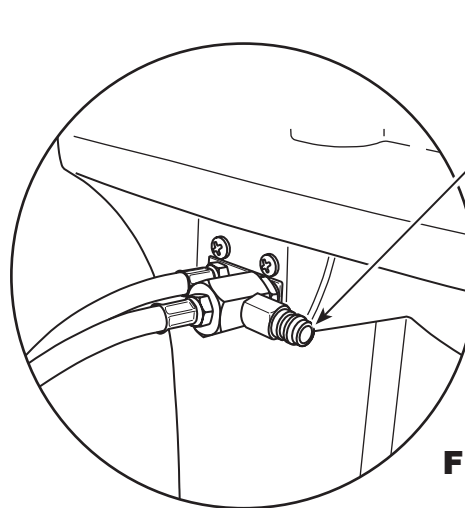

Figura 21
1. Con la máquina aún conectada al vehículo y los acopladores abiertos, conecte el acoplador del lado bajo (azul) de la Robinair 25700 al puerto de recuperación de contaminante en la parte posterior de la máquina. Consulte la figura 21. Abra las válvulas del acoplador.